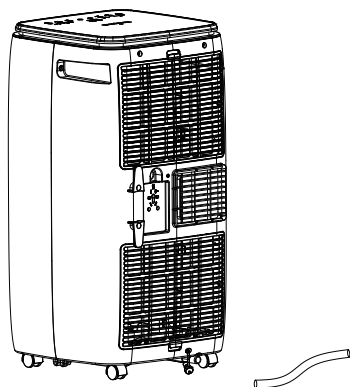

Fig. 7
4. Una volta scaricata l'acqua, richiudere il tappo (come illustrato in fig. 7)